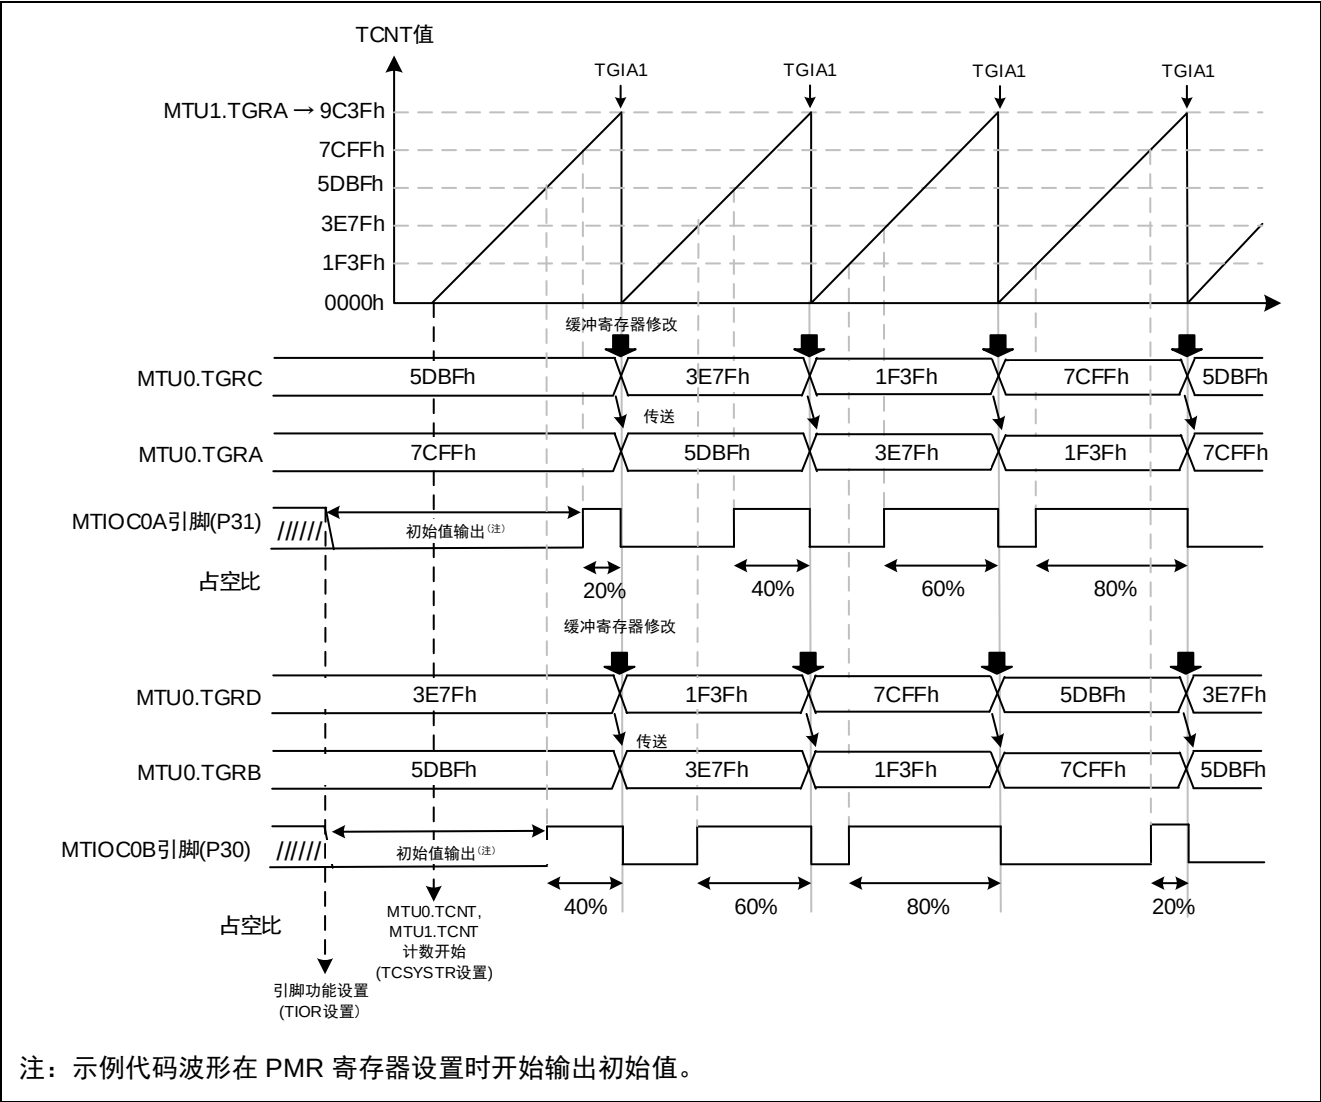

图 3.30 示例代码运行
- 关于占空比改变的时间的详细信息,请参考图 3.30
示例代码的运行如图 3.30 所示。通过在周期寄存器 MTU1.TGRA 的比较匹配中断(TGIA1)处修改缓冲寄存器 MTU0.TGRC 和 MTU0.TGRD 的值，可以在每个周期改变占空比的设置。当发生计数器清除时，MTU0.TGRC 和 MTU0.TGRD 的值被传送到占空比寄存器 MTU0.TGRA 和 MTU0.TGRB。